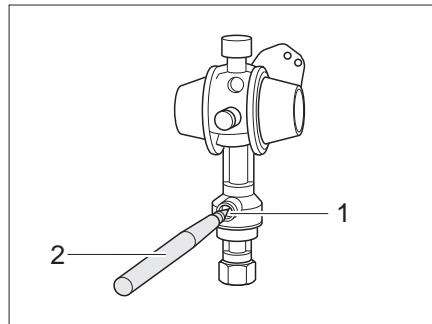

Fig. 85 Crash-Sensor
- A l'aide d'un stylet (Fig. 85,2), enfoncer le bouton de déverrouillage (Fig. 85,1) pendant plusieurs secondes.